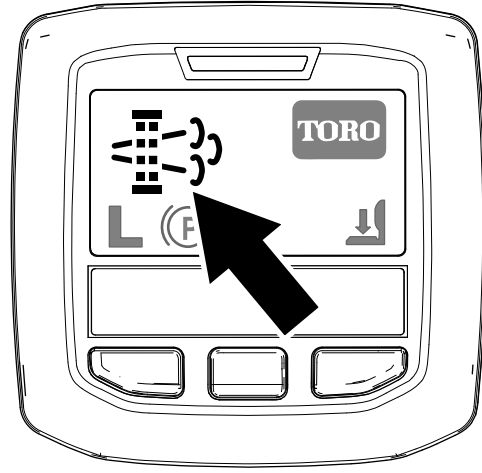

Figura 23
- Nell'InfoCenter viene visualizzata l'icona di richiesta rigenerazione parcheggiata (Figura 23).